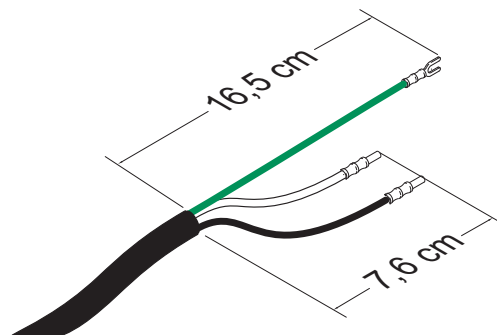

ABB. 8: Netzkabel
- Falls notwendig, Klemmringe verwenden. Siehe ABB. 8.